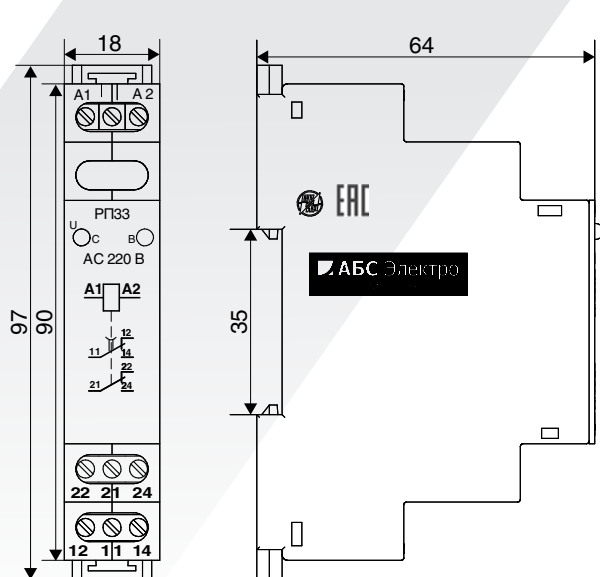

Рисунок 1. Реле РП33 с креплением на DIN-рейку
- на DIN-рейку 35 мм (**рисунок 1**);